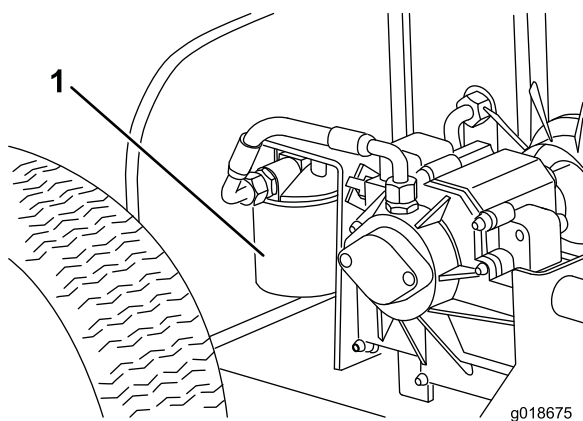

Figura 21
4. Pulite la superficie circostante il filtro (Figura 21).